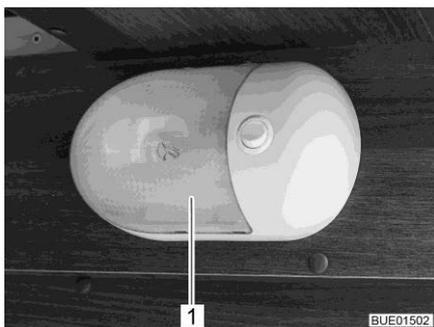

Fig. 295 Luminaire apparent
- Presser le couvercle transparent (Fig. 295,1) avec précaution des deux côtés, l'éloigner légèrement du commutateur et le retirer par l'avant.